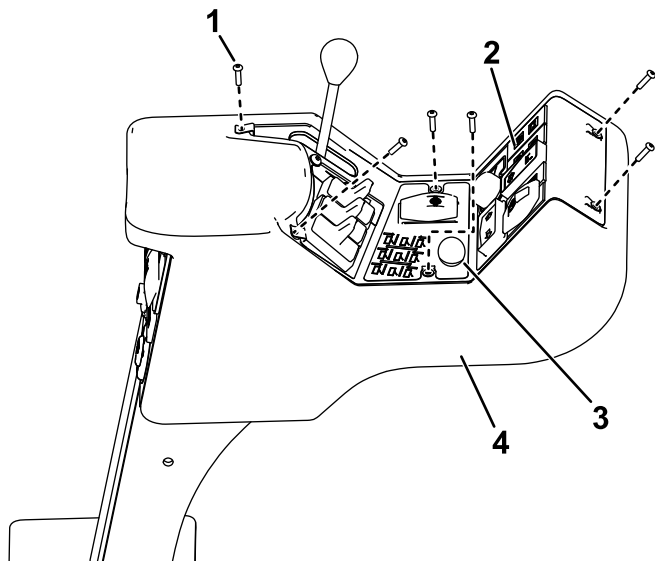

Figure 7
1. Retirez les 6 vis qui fixent le panneau de commande au boîtier de commande (Figure 7).
3. Retirez l'obturateur (Figure 7) de la console.